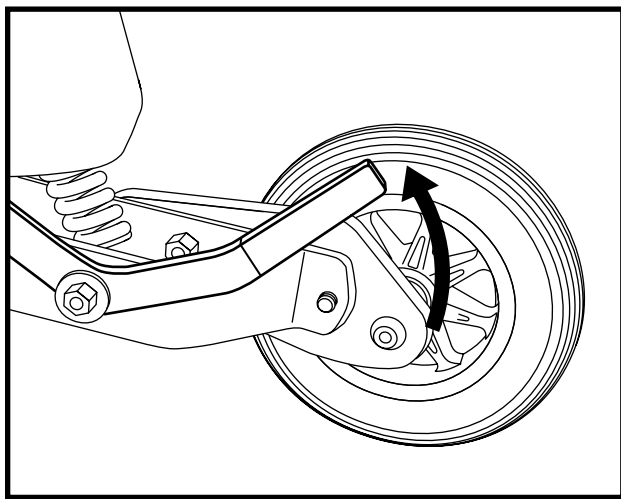

Figure 7. Mode « roues libres » (débrayé)
1. Tirez sur les deux leviers pour débrayer les moteurs et passer en mode roues libres. Voir la figure 7.